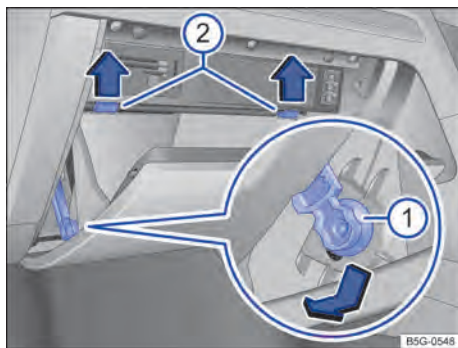

Fig. 202 Cobertura da caixa de fusíveis no painel de instrumentos: veículos com direção à direita, no lado do passageiro dianteiro.
- Abrir e, caso necessário, esvaziar o porta-luvas do lado do passageiro dianteiro → Fig. 202.
- Empurrar o elemento de freio → Fig. 202  para baixo na abertura do suporte e retirar lateralmente.
- Pressionar o pino de batente → Fig. 202  para cima na direção da seta e, ao mesmo tempo, continuar abrindo o porta-objetos.
- Para instalar: colocar o porta-objetos na posição. Introduzir a trava no suporte e empurrar para cima, até que ela se trave de maneira audível. Pressionar o porta-objetos cuidadosamente para frente, além da resistência do pino de batente → Fig. 202 .